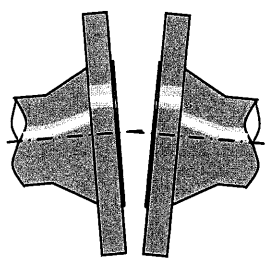

図1 平行度が悪い
- 相対するフランジの平行度が出ていないと片締めの原因となりますので、正しい位置に補正して下さい。(図1参照)